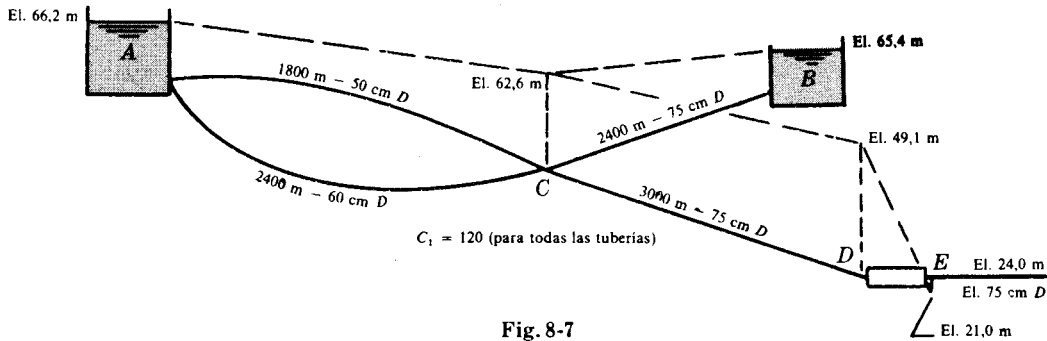

Fig. 8-7
14. En la Fig. 8-7 el caudal que sale del depósito A es de 430 l/seg. Determinar la potencia extraída por la turbina DE si la altura de presión en E es de -3,0 m. Dibujar las líneas de alturas piezométricas.